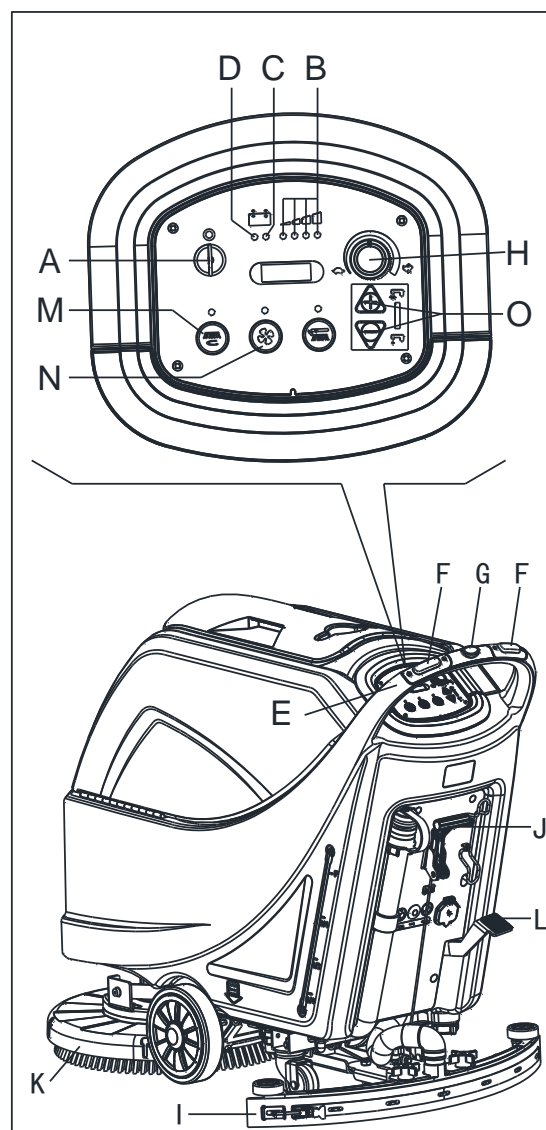

Figura 8
2. Inserire la chiave di accensione (A, Figura 8) e ruotarla su "I". Verificare che la luce di avviso verde (B) si accenda (batteria carica). Se si accende la luce di avviso gialla (C) o rossa (D), riportare la chiave di avviamento su "0" e ricaricare le batterie (vd. la procedura nel capitolo Manutenzione).
- Premendo con le mani sul manubrio (E) (solo per le macchine senza trazione).
- Premendo con le mani sul manubrio (E) e premendo l'interruttore (F) di marcia in avanti, o premendo insieme l'interruttore (F) con l'interruttore (G) di retromarcia (solo per le macchine con trazione). La velocità in avanti può essere regolata con il regolatore (H).
4. Abbassare il tergipavimenti (I) mediante la leva (J).
5. Abbassare la piattaforma spazzole / cuscinetti (K) sollevando il pedale (L). (solo per macchina a disco).
6. Premere l'interruttore spazzole / cuscinetti (M) e l'interruttore del sistema di aspirazione (N).
7. Premere gli interruttori di controllo flusso dell'acqua di lavaggio (O) come necessario, a seconda del tipo di
1. Abbassare la leva di sollevamento della piattaforma spazzola/cuscinetto premendo l'interruttore di supporto spazzola/cuscinetto (M Figura 8).
2. Tenendo entrambe le mani sul manubrio, premere l'interruttore di sicurezza (F, Figura 8), manovrare la macchina e cominciare a strofinare/asciugare il suolo.